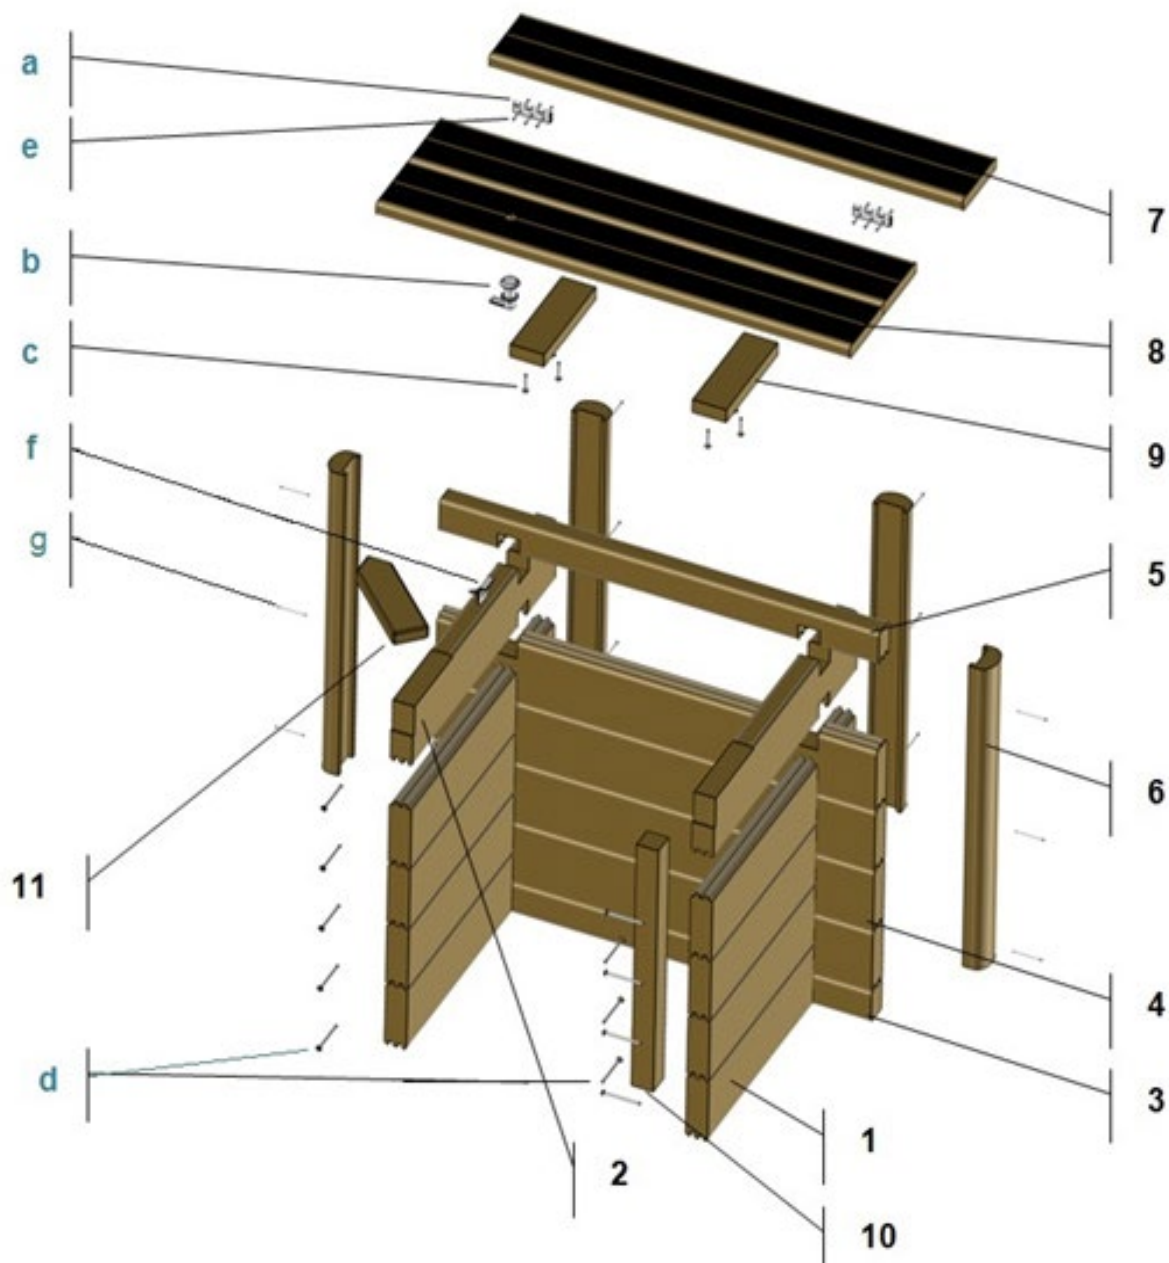
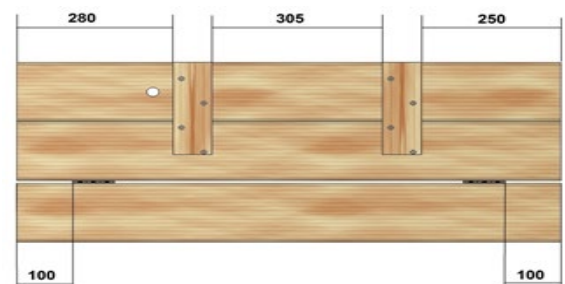

Abbildung 57 – Detailansicht Motorschacht
Abbildung 64 – Zusammenbau der Lattenroste
Befestigen Sie schließlich die 45 x 45 mm Leiste (Teil 10 in *Abbildung 57*) mit Hilfe von 4 Senkkopfschrauben 5 x 80 (d). Diese Leiste muss bündig mit den Enden der Motorschacht-Bohlen abschließen.
Das im Lieferumfang Ihres Urban Pool enthaltene Eckstück ist rechteckig. Nach der Installation des Handlaufs auf dem Motorschacht bleibt ein Bereich in Form eines kleinen Dreiecks leer. Um dies zu vermeiden, tauschen Sie diese Leiste gegen die Leiste mit dem spitz zulaufenden Ende aus, die im Lieferumfang des Motorschachts enthalten ist (Teil 11 in Abbildung 57).
- Befestigen Sie die Leiste (Teil 10 in Abbildung 57) an den Holzbohlen des Pools; verwenden Sie dazu 3 Senkkopfschrauben 5 x 80 aus Edelstahl (d);
Montieren Sie die beiden Scharniere mit Hilfe von 3 Senkkopfschrauben 4 x 35 pro Scharnier am Rand eines 97,5 cm langen Handlauf-Moduls (Teil 7 in Abbildung 57) und zwar an den in Abbildung 64 angegebenen Stellen.
Fügen Sie die beiden verbleibenden 97,5-cm-Handlauf-Module (eines davon wurde zum Anbringen des Schließmechanismus vorgebohrt) mit von unten zu befestigenden Leisten zusammen. Verwenden Sie dazu pro Leiste und pro Bohle zwei Senkkopfschrauben 5 x 40, also insgesamt 8 Schrauben (c); achten Sie dabei auf die Lage des Schließmechanismus und die Maße in Abbildung 64. Lassen Sie zwischen den beiden Handlaufteilen einen Abstand von 2 mm.
Der Schließmechanismus für die Motorschacht-Klappe besteht aus einem Schließzylinder, einem am Ende des Zylinders einzupassenden Schließhebel und einer Schließplatte für den dafür vorgesehenen Ausschnitt in der Motorschacht-Bohle (Teil Nr. 2 in *Abbildung 57*).